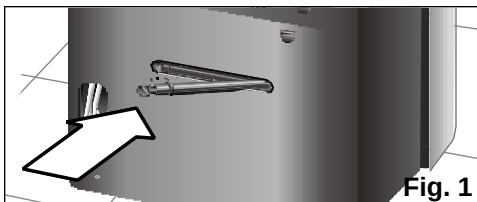

Fig. 1
- ❑ Certifique-se de que o tampão de evacuação está bem introduzido, porque se pode ter desprendido durante o transporte, **Fig. 1**.
- ❑ Verifique que o tampão, **Fig. 1**, esteja situado no tubo de evacuação para evitar que a água possa sair para o exterior, molhando a superfície de apoio.